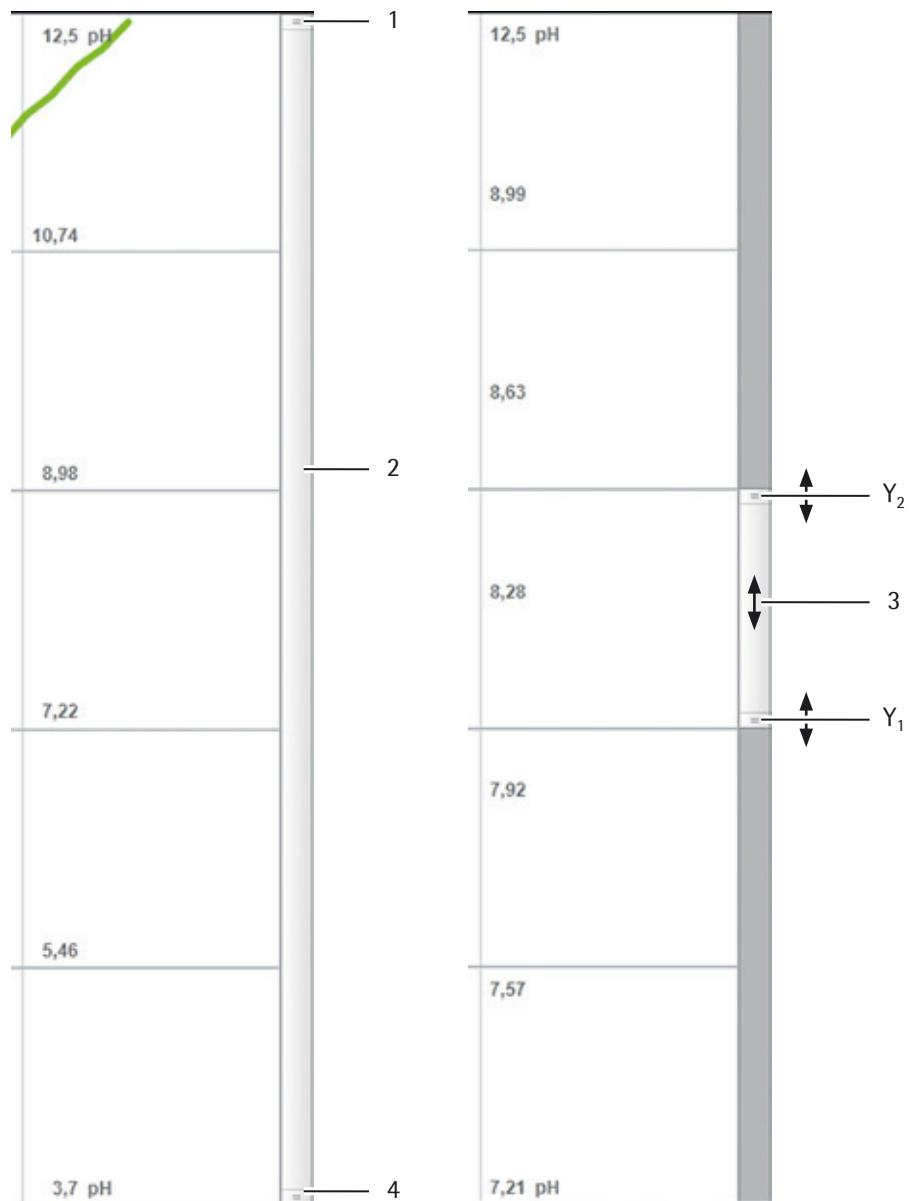

Abb. 7-9: Prozesswertleiste skalierbar
- 4 Prozesswertleiste skalierbar (siehe „Abb. 7-9: Prozesswertleiste skalierbar“, Seite 121)